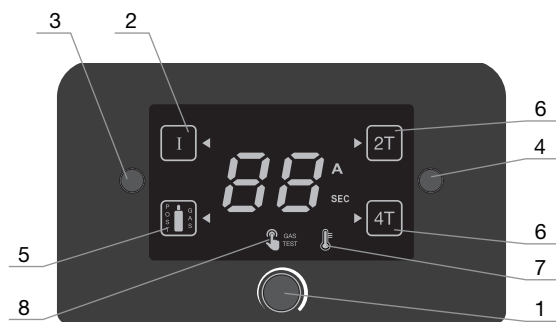

Рис. 3.3
- Кнопкой 3 (Рис. 3.3) выберите режим настройки тока.
- Ручкой 1 (Рис. 3.3) настройте необходимый ток реза (диапазон 20-40 А).
- Кнопкой 4 (Рис. 3.3) выберите режим работы резака 2Т или 4Т.
- Кнопкой 3 (Рис. 3.3) перейдите в настройку продувки резака после реза.
- Ручкой 1 (Рис. 3.3) настройте необходимое время продувки после реза (диапазон 5-30 сек.).
- Кратковременно нажмите на ручку 1 (Рис. 3.3). Символ «GAS TEST» будет мигать.
- Кратковременно нажмите на ручку 1 (Рис. 3.3). Символ «GAS TEST» перестанет мигать.